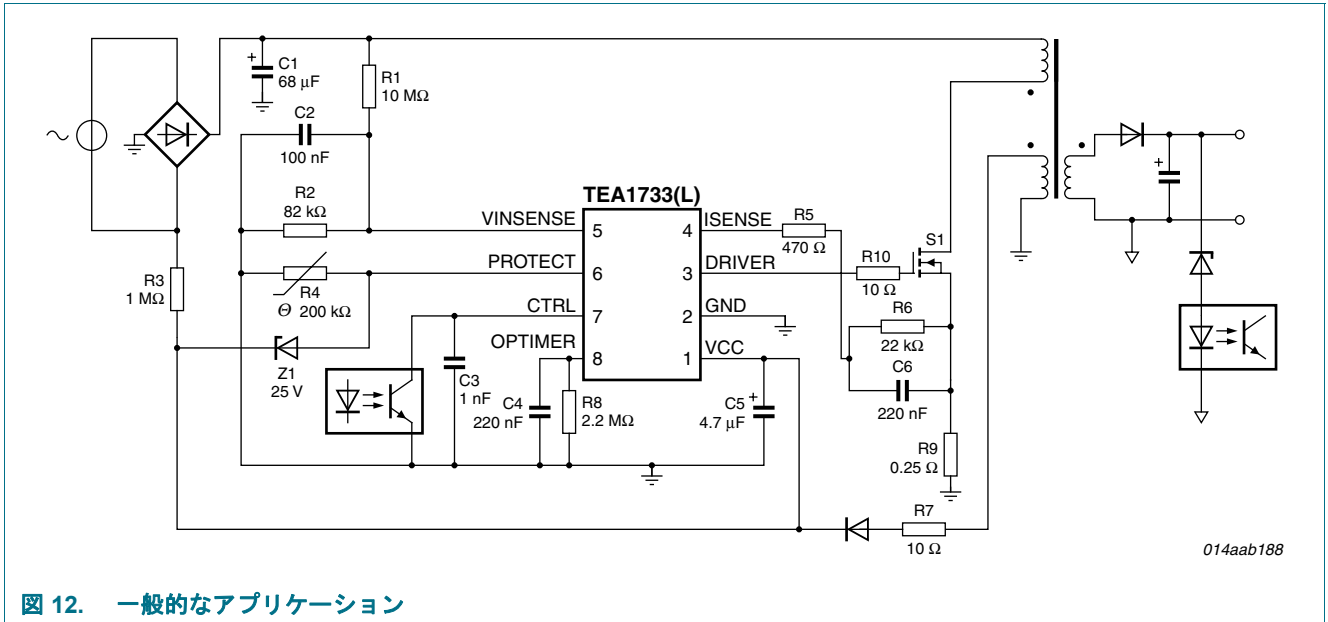

図 12. 一般的なアプリケーション
TEA1733(L) を使用した電源は、連続導通モードで動作するフライバック コンバータです (図 12 を参照)。
図 12 の例では、PROTECT ピンが OVP と OTP のために使用されています。OVP レベルは、ダイオード Z1 によって $V_{CC} = 25.8\text{ V}$ に設定されます。OTP レベルは、NTC (負の温度係数) 抵抗 R4 によって設定されます。VINSENSE ピンは、電源電圧の検出に使用されます。抵抗 R1 と R2 は、起動電圧を約 80 V (AC) に設定します。過電力保護時間は、コンデンサ C4 によって定義され、60 ms に設定されます。